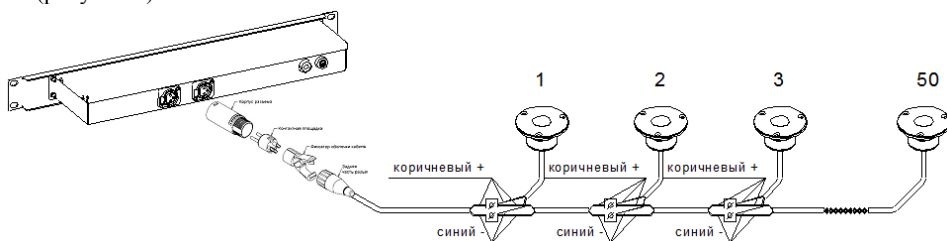

Рисунок 2
5.2 Светильник LTL LED-TRACK- световая дорожка, устанавливается в специально подготовленные отверстия в сцене. Цепь светильников управляется при помощи контроллера LTL LED TRACK. Данное устройство включает в себя плату для регуляции яркости свечения и выключатель. На один канал контроллера можно соединить в одну цепь до 50 светильников (рисунок 2)